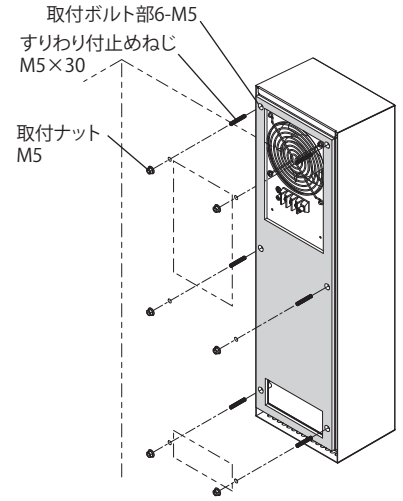

図 4
- ・付属のすりわり付止めねじ M5×30 (キャビネット取付用) を本製品の取付ボルト部 M5 (6 カ所) に組付け後、付属の取付ナット M5 (キャビネット取付用) により、キャビネットに取り付けることもできます。(図 4)